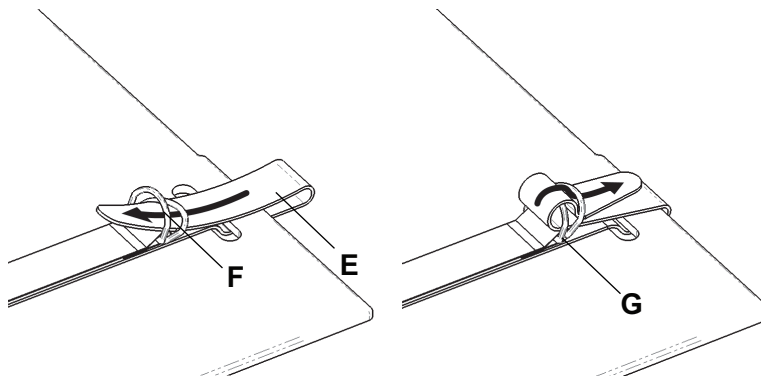
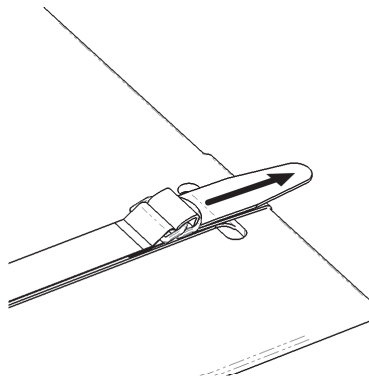

Figura 2 – correa de fijación
Figura 3 – Tire de la correa de fijación
9. Pase la correa de fijación (E) a través de los anillos en «D» (F), (Figura 2).
10. Haga cruzar la correa de fijación entre los anillos en «D» (G) (Figura 2). Tire de la correa de fijación hasta que quede segura (Figura 3).